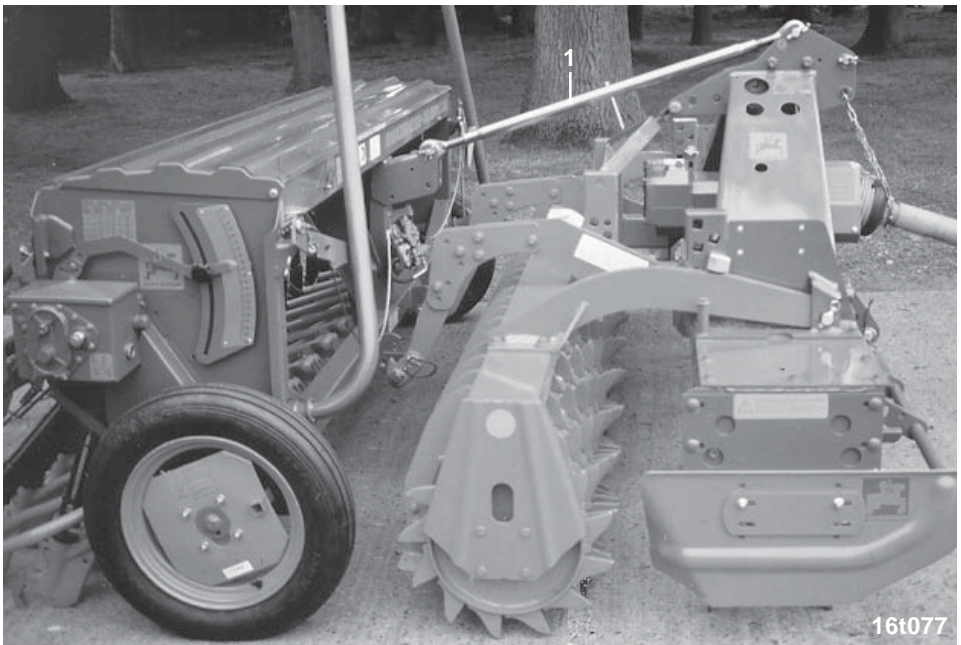
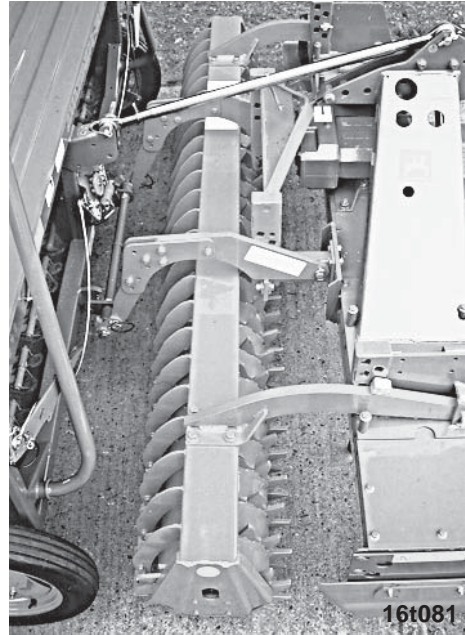

Fig. 12.1
Fig. 12.2
AMAZONE-Anbau-Sämaschinen können mit den „**verstellbaren Kupplungsteilen**“ (siehe Fig. 12.1 und Fig. 12.2) an der Bodenbearbeitungsmaschine befestigt werden.
- Oberlenker Kat. II (Fig. 12.1/1) an den oberen Anlenkpunkten von Sämaschine und Bodenbearbeitungsmaschine mit Bolzen (Fig. 12.4/11) abstecken, sichern und die Sämaschine gerade ausrichten.